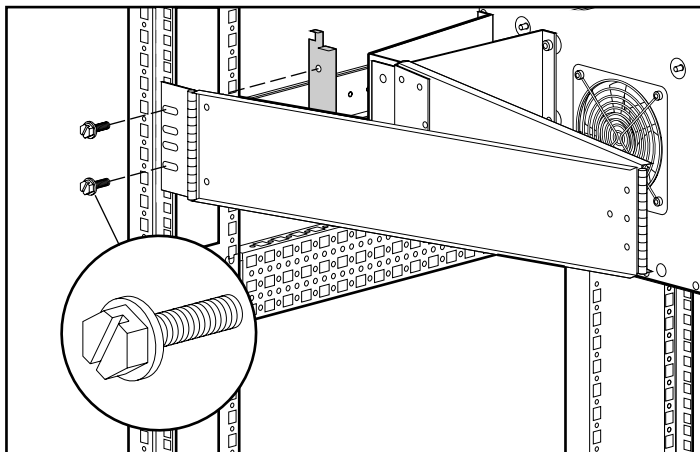

Figura 3-15: Fissaggio del braccio di supporto dei cavi alla guida del lato verticale
3. Fissare il braccio al rack con due viti a rondella esagonali 10-32 x 5/8, come indicato nella Figura 3-15.